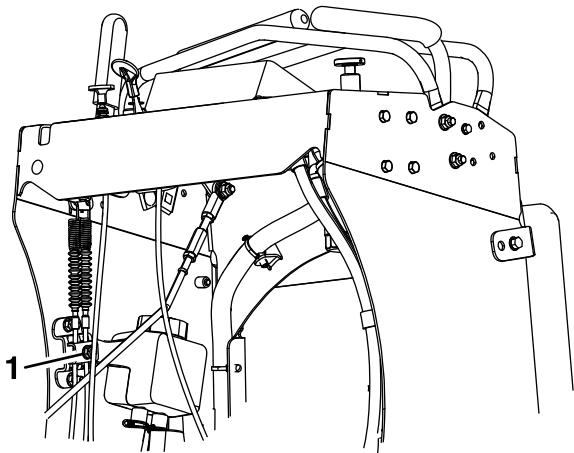

Bild 49
4. Lösen Sie die Kabelklemme an den Bremszügen unter der Konsole (Bild 49).